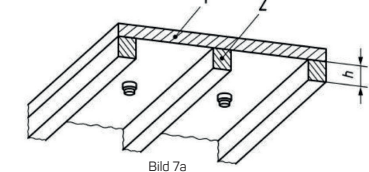

Bild 7a
- I Rum med en golvyta mindre än 60m² som är indelat i balkar eller bjälklag gäller följande: om takfälten är mindre än 36 m² måste en brandvarnare installeras per taksektion (se bild 7a).